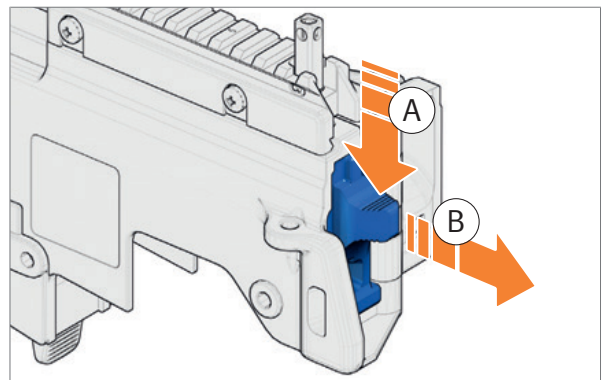

Abb. 105: Bodenstück und Verschluss entnehmen
3. Bodenstück nach unten drücken und halten (Abb. 105).
4. Bodenstück und Verschluss aus dem Gehäuse entnehmen (Abb. 105).